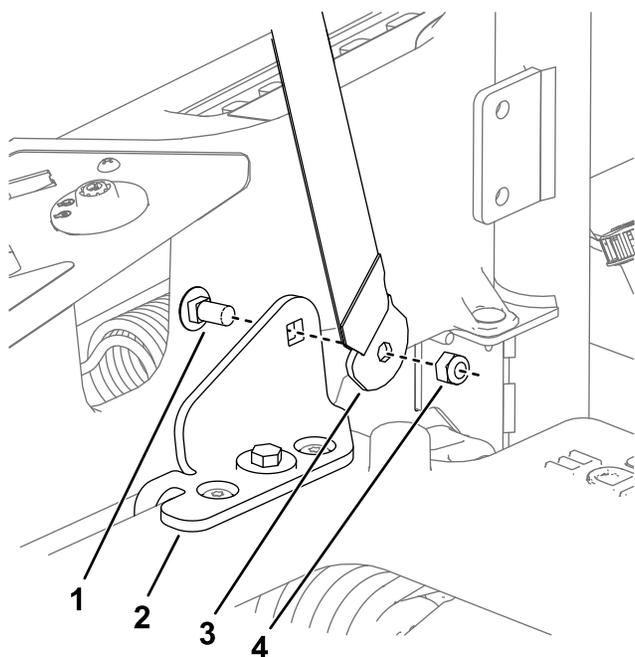

Рисунок 8
4. Установите замок и язычок ремня безопасности с внутренней стороны кронштейнов ремня безопасности с помощью 2 каретных винтов (7/16 x 1 дюйм) и 2 контргаек (7/16 дюйма), как показано на Рисунок 8.